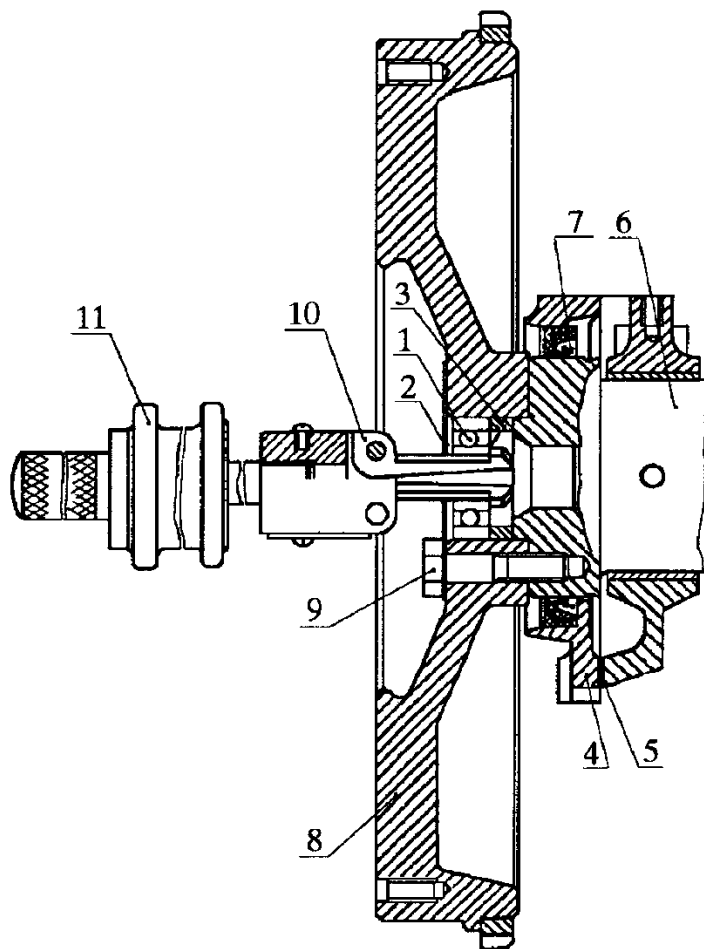

Рисунок 54. Снятие подшипника первичного вала коробки передач:
- снять с помощью приспособления и съемника подшипник первичного вала из маховика (рис.54);